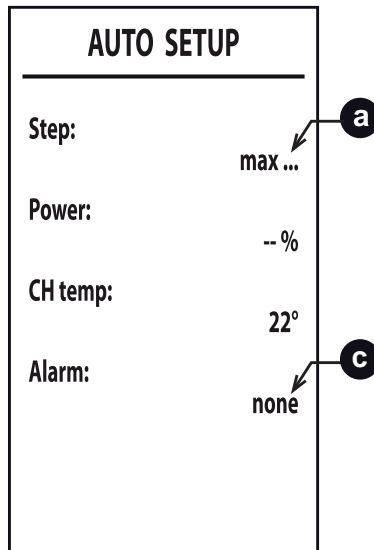

fig. 37
- 5 Dopo l'accensione, il bruciatore si posiziona in riscaldamento alle varie potenze (max, med, min) indicate dal punto **a** (*fig. 37*). Qualora lo smaltimento termico dell'impianto non fosse sufficiente a far terminare la procedura, si può attivare, **solamente dopo che il bruciatore si è acceso**, una richiesta di Sanitario.
- 7 Qualora la sequenza di accensione descritta al punto "6" non sia andata a buon fine, compare la scritta **max\_err** al punto **a** e un codice di errore al punto **c** (*fig. 37*).